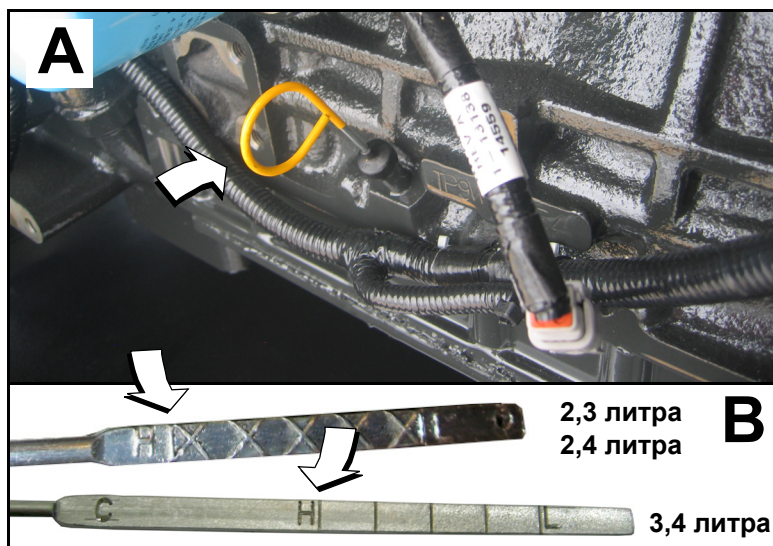

Рисунок 5-10. Щуп для определения уровня масла
1. Извлеките щуп и протрите чистой тканью. См. А рис. 5-10.
4. При необходимости снимите крышку отверстия наполнения масла и медленно наливайте масло, пока его уровень не достигнет отметки H(igh) (высокий). См. В рис. 5-10.